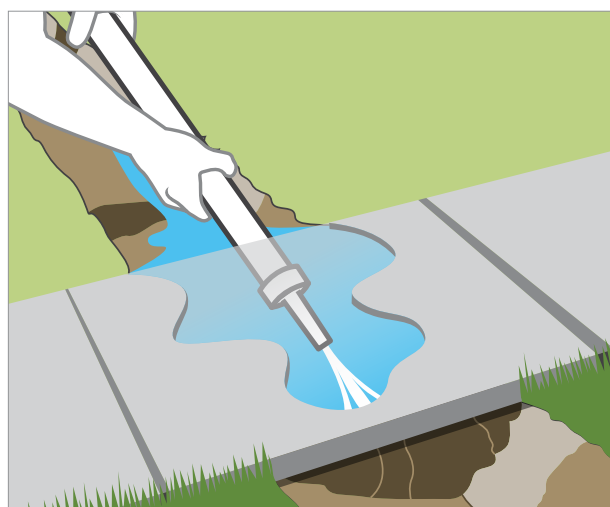

Рисунок 3
5. Установка труб под дорожками или подъездной дорогой. Способ прокладки потоком воды. С помощью резьбового адаптера «труба-шланг» соедините один конец трубы с огородным шлангом и присоедините небольшой шланговый наконечник к другому концу. Включите воду и направляйте струю под бетон. *Рис. 3.*